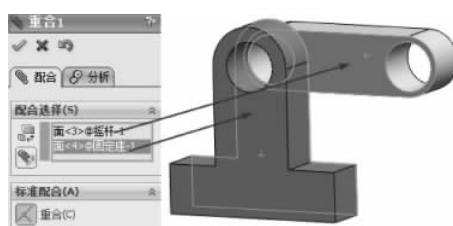

图 3-171 重合配合
(3) 选择【标准配合】选项组下的【重合】配合类型  ,在【要配合的实体】选择框  中选择如图 3-171 所示的面,其他保持默认,单击【确定】按钮  ,完成重合配合。